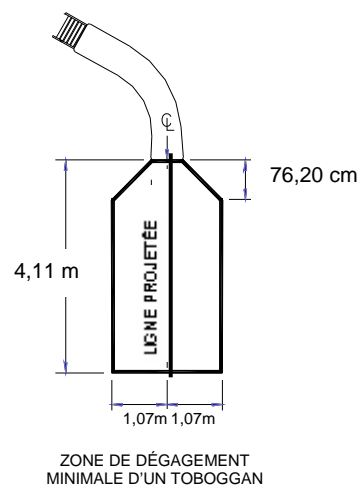

FIG. 14
- A. La distance minimale sur chaque côté de la ligne projetée du centre de la rampe du toboggan ne doit pas être inférieure à 3 pieds et 6 pouces (1,07 m), la distance minimale d'un point quelconque est de 2 pieds et 6 pouces (76,20 cm) de la fin de la rampe et la longueur totale doit être au minimum de 13 pieds et 6 pouces (4,11 m) devant le toboggan comme l'illustre la **FIG. 14**.